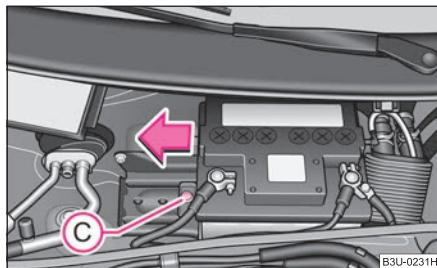

Fig. 181 Vano motore: Batteria
- Svitare la vite (C) ⇒ fig. 181 e rimuovere la piastra di sicurezza.